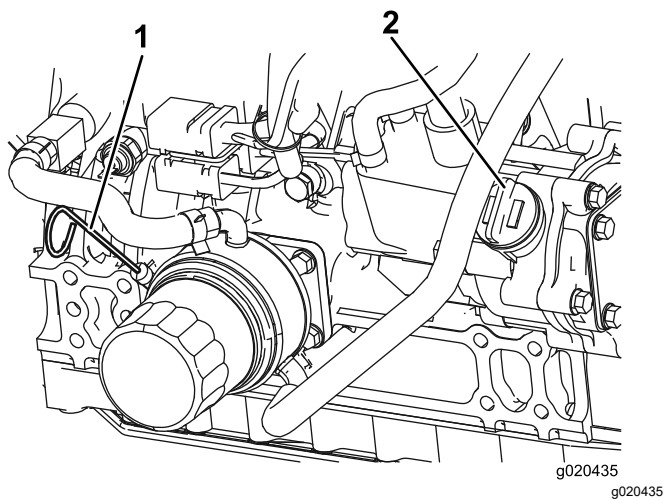

Bild 72
Der Ölstand sollte im sicheren Bereich liegen (Bild 72).
4. Wenn der Ölstand unter dem sicheren Bereich liegt, nehmen Sie den Fülldeckel ab (Bild 72) und gießen Sie genug Öl ein, um den Ölstand bis zur VOLL-Markierung anzuheben.